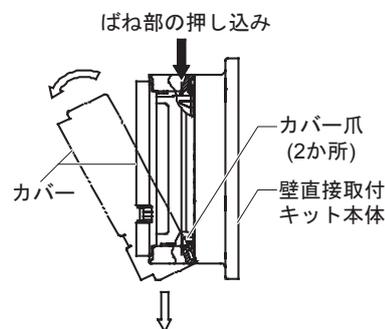
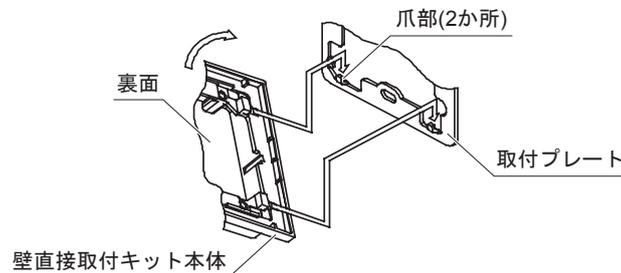
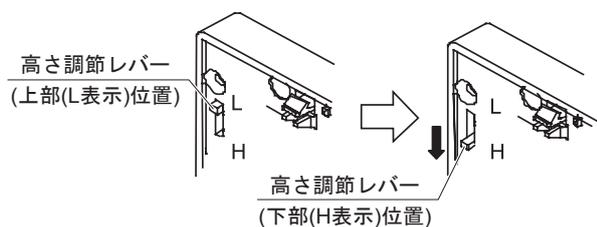

図 4 カバーの着脱
図 7 壁直接取付キット本体の取付
図 10
- (1) 取付プレートを壁内のボックスカバー（JIS C8340:1999 アウトレットボックス用取付寸法 66.7mm）に取り付けます。
- (2) 壁直接取付キット本体を取付プレートに取り付けます。（参照）『図 7』
- (3) モジュラ付ケーブルの出力リード線と外線（負荷側）を接続します。
- (4) モジュラ付ケーブルを本体ユニットに接続します。
- (5) 本体のカバーを外します。（参照）『図 4』
- (6) 本体ユニットの左右高さ調節レバーの位置を上部（L 位置）に設定します。（参照）『図 10』
- (7) 付属ねじ（M3、L=16）4 個を用いて、本体ユニットを壁直接取付キット本体に取り付けます。
- (8) カバーを本体ユニットに、はめ込みます。（参照）『図 4』
- (1) 取付プレートを配管接続形サーモプレートに取り付けます。
- (2) 壁直接取付キット本体を取付プレートに取り付けます。(参照)『図 7』
- (3) モジュラ付ケーブルの出力リード線と外線(負荷側)を接続します。
- (5) 本体のカバーを外します。(参照)『図 4』
- (6) 本体ユニットの左右高さ調節レバーの位置を上部(L位置)に設定します。(参照)『図 10』
- (7) 付属ねじ(M3、L=16)4個を用いて、本体ユニットを壁直接取付キット本体に取り付けます。
- (8) カバーを本体ユニットに、はめ込みます。(参照)『図 4』